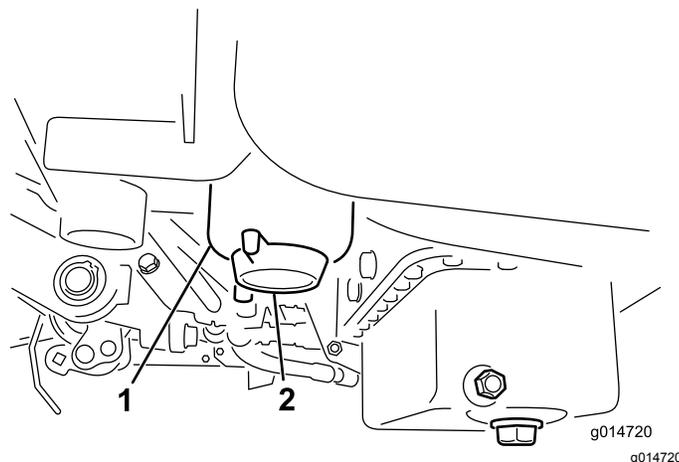

Figura 49
2. Limpe a zona de montagem do recipiente do filtro (Figura 49).
4. Abra o tampão de escoamento do filtro (Figura 49).